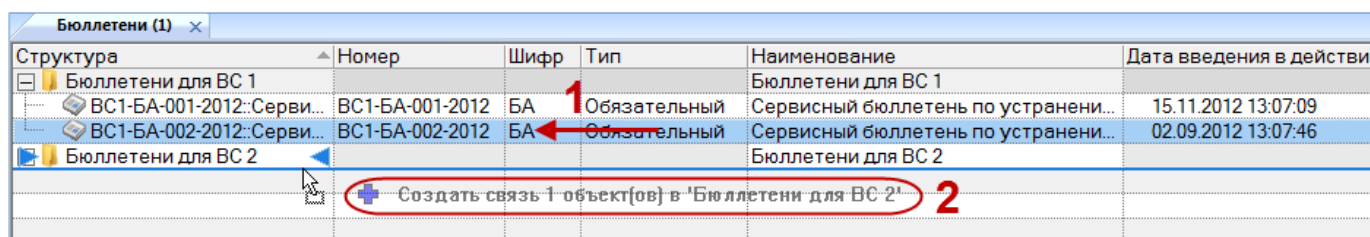

Рис. 13-511 – Создание связи бюллетеня с новой папкой
- 4) В открывшемся диалоговом окне нажать «Да» для подтверждения действия (рис. 13-511).